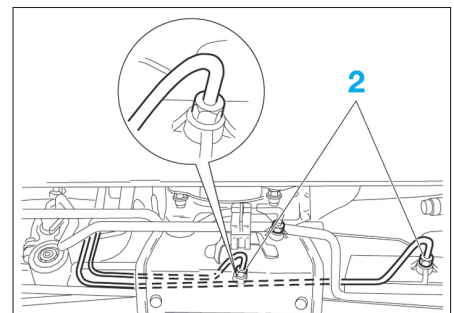

Fig. 25
- Desserrer les raccords (2) sur le vérin du mécanisme de direction (Fig.25).